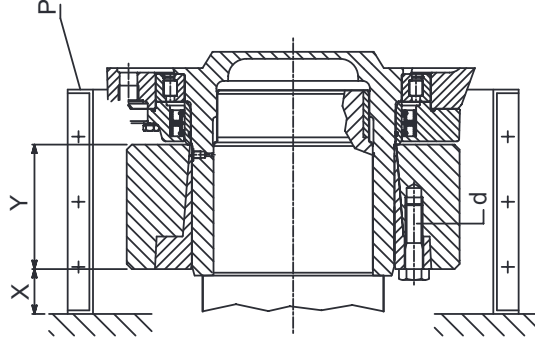

Fig. 4
- 7) Proteggere la zona del giunto con opportuno carter in lamiera, (Fig.4 punto P) se si prevede che pietre, sabbia o altro materiale possano danneggiare il giunto o le guarnizioni di tenuta del riduttore.
- 7) Protect the joint area with the special sheet casing, (Fig.4 point P) if there is the risk of stones, sand or other material that could damage the joint or the gear unit seals.